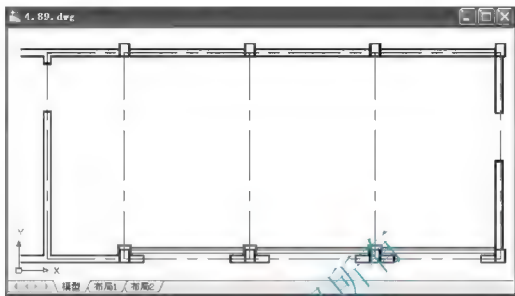

图 4.98 跨文件复制图形
(1) 打开餐厅平面布置图, 锁定【标注】、【地面】、【门窗】和【家具】图层。
(2) 选择菜单栏中的【文件】|【复制】命令, 在【选择对象: 提示】下, 输入“All”后按 Enter 键, 执行全选。
(3) 按 Ctrl+Tab 组合键或通过窗口菜单命令, 将“餐厅顶棚镜像平面图”设置为当前图形文件, 然后按 Ctrl+V 组合键。在【指定插入点: 提示】下, 在屏幕上任意一点单击, 以确定插入点, 结果如图 4.98 所示。